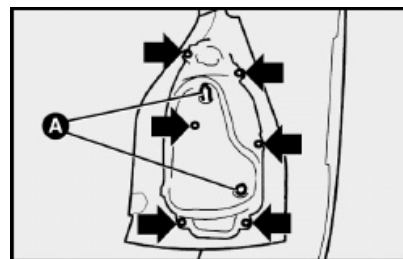

fig. 24
1) por dentro do porta-malas, levantar a abertura no carpete e soltar as porcas **A-fig. 24**;
3) retirar o conjunto de lâmpada removendo os parafusos indicados pelas setas **fig. 24**;